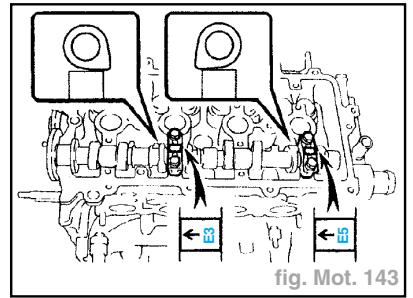

fig. Mot. 143
- Reposer les chapeaux de palier d'arbre à cames n°3 et n°5 et serrer les boulons uniformément. Serrer au couple prescrit de **1,30 daN.m** (fig. Mot. 143).